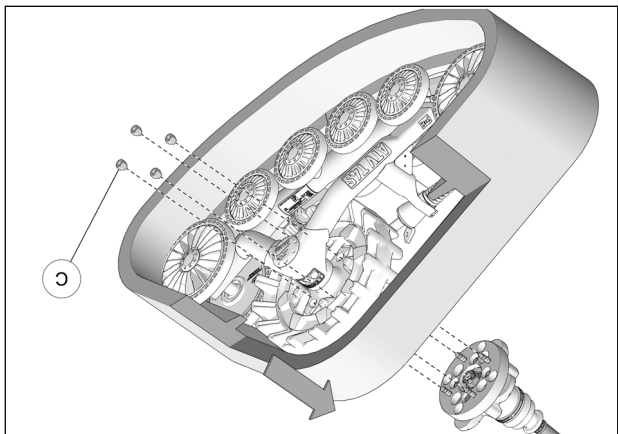

Fig. 8
8. Fixer le système de traction au moyeu de roue arrière. Utiliser les écrous de roue (C) fournis. Voir la Fig. 8